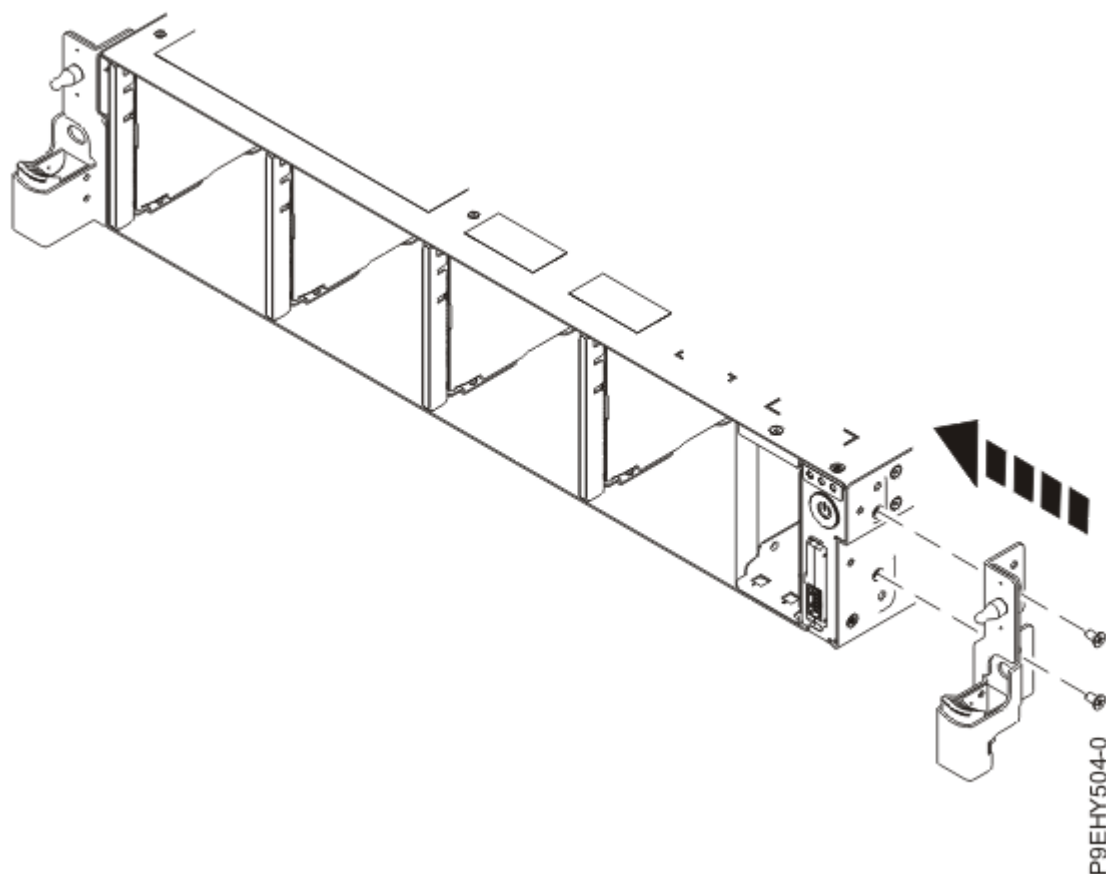

図 45. ラック取り付け支持具の再取り付け
7. システムの側面にラック取り付け支持具を再取り付けします (63 ページの図 45 を参照)。